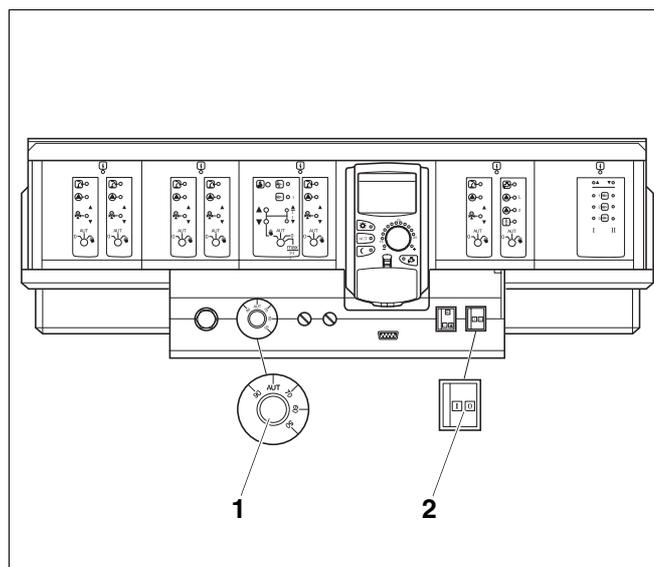

Fig. 7 Sistema di regolazione Logamatic 4000
- Portare l'interruttore di esercizio (fig. 7, **pos. 2**) nella posizione "I" (On).
- Portare il regolatore di temperatura dell'acqua di caldaia (fig. 7, **pos. 1**) su "AUT". In caso di regolazione costante, impostare la temperatura desiderata (minimo 65 °C).
- Per il riarmo portare l'interruttore di esercizio (fig. 7, **pos. 2**) nella posizione "0" (Off).
- Dopo un tempo di attesa di circa 3 secondi, portare l'interruttore di esercizio (fig. 7, **pos. 2**) nella posizione "I" (On). Se, dopo aver azionato più volte l'interruttore d'esercizio, il bruciatore di gas non riparte (vedere capitolo 11 "Eliminazione delle disfunzioni", pag. 58).